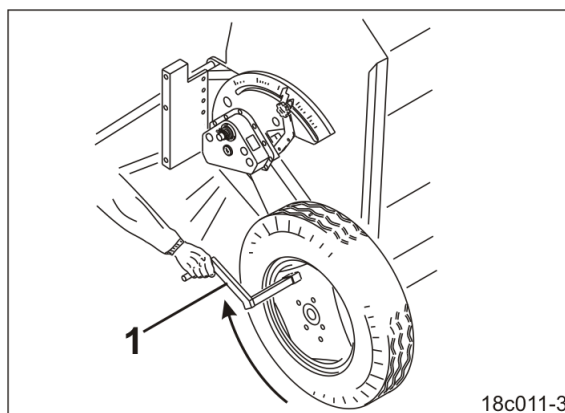

Fig. 158
- 9.3 Coloque a manivela giratória (Fig. 158/1) no tubo quadrado da roda direita.